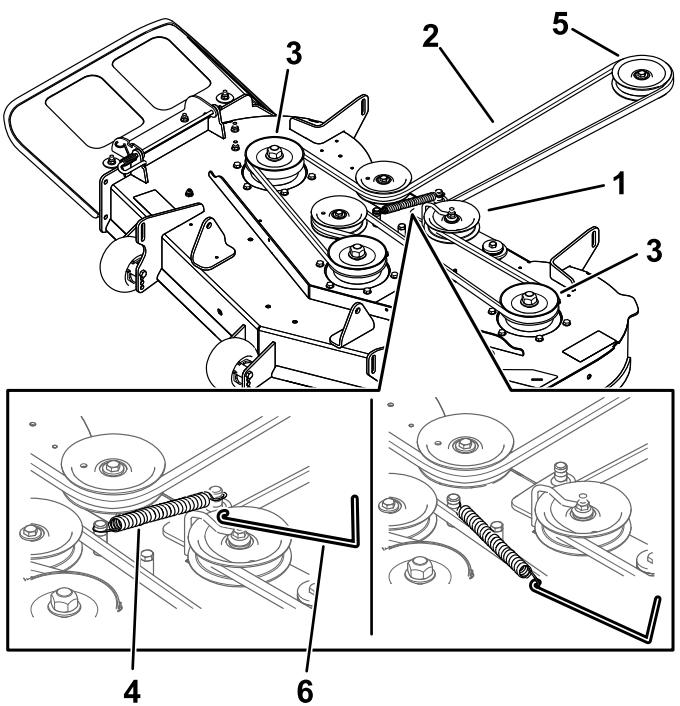

Figura 50
5. Usando una herramienta para la retirada de muelles (Pieza Toro Nº 92-5771), retire el muelle tensor del gancho de la carcasa para eliminar la tensión de la polea tensora, y retire la correa de las poleas (Figura 50).
6. Pase la correa nueva alrededor de las poleas del motor y del cortacésped (Figura 50).
7. Usando una herramienta para la retirada de muelles (Pieza Toro Nº 92-5771), instale el muelle tensor sobre el gancho de la carcasa y tense la polea tensora y la correa (Figura 50).